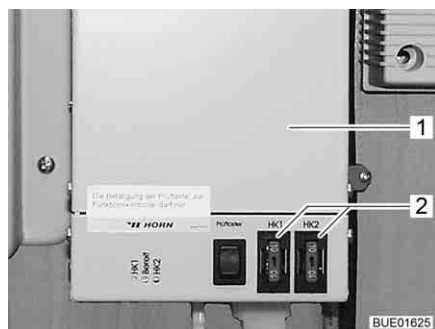

Bild 147 Regulatör för avloppsledningarnas värmesystem
Säkringarna finns på regulatorn (Bild 147,1).
- Byt säkring (Bild 147,2).